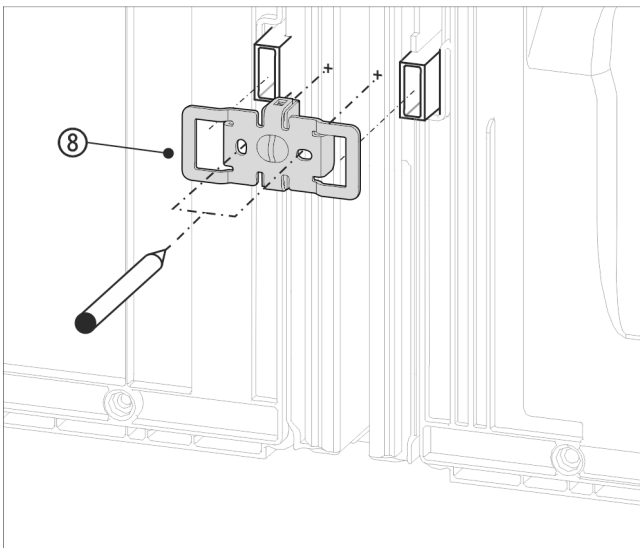

Fig. 20 Beispielhafte Darstellung
- Winkel Fig. 20 (8) mit den Aussparungen über die Aufnahme für die Wandabstandshalter schieben.